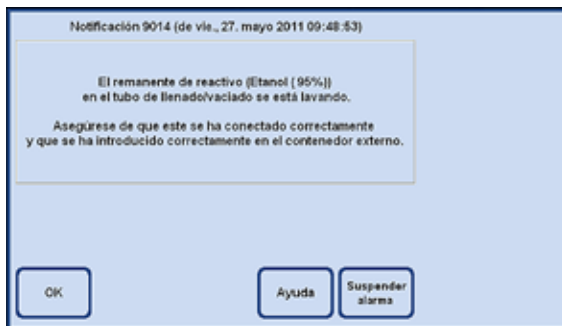

Fig. 167
- La conclusión del proceso se muestra en una ventana de indicación en la pantalla (fig. 167). Para seguir trabajando, confirmarlo con **OK**.